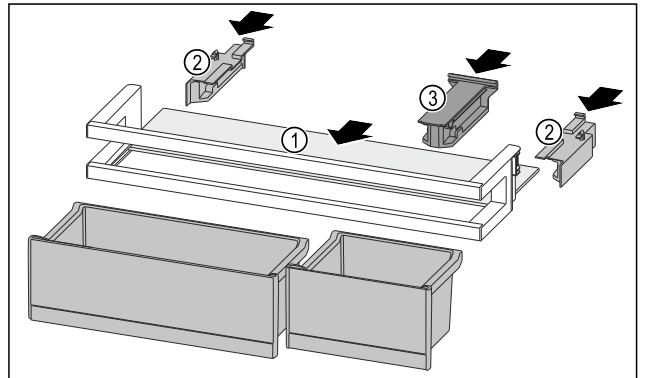

Fig. 95
- ▶ 将搁板 Fig. 95 (1)推入侧面凹槽。
- ▶ 插入侧面部分 Fig. 95 (2)。
- ▶ 插入定位件 Fig. 95 (3)。